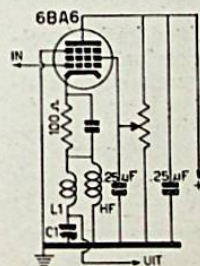

Fig. 1
In fig. 1 is de schakeling van één enkele kathodevolger met kathodekring gegeven. Het uitgangssignaal wordt afgenomen van het verbindingspunt tussen L_1 en C_1 . Hoe die spanning van de frequentie van het toegevoerde signaal afhankelijk is, toont de getrokken kromme (A) uit fig. 2. Daaruit blijkt een uit-